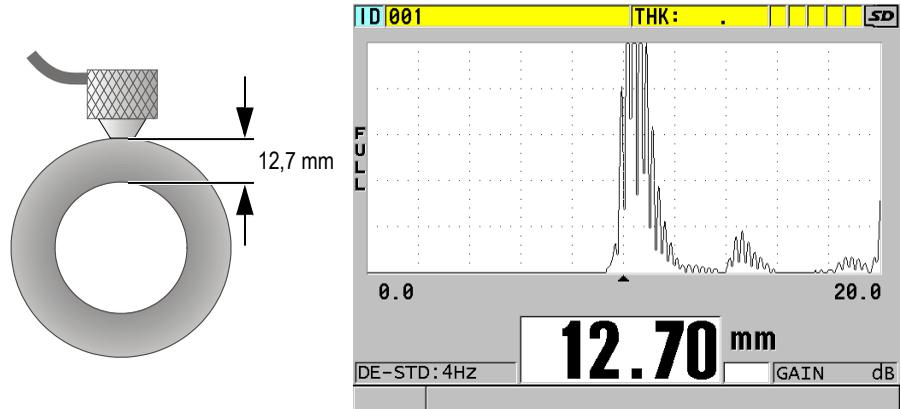

Figure 5-9 Positionnement de la sonde à émission-réception séparées et lecture de l'épaisseur mesurée
- Placez l'extrémité de la sonde sur la surface du matériau, appliquez une pression de modérée à ferme et maintenez-la aussi à plat que possible sur la surface (voir la Figure 5-9 à la page 85).